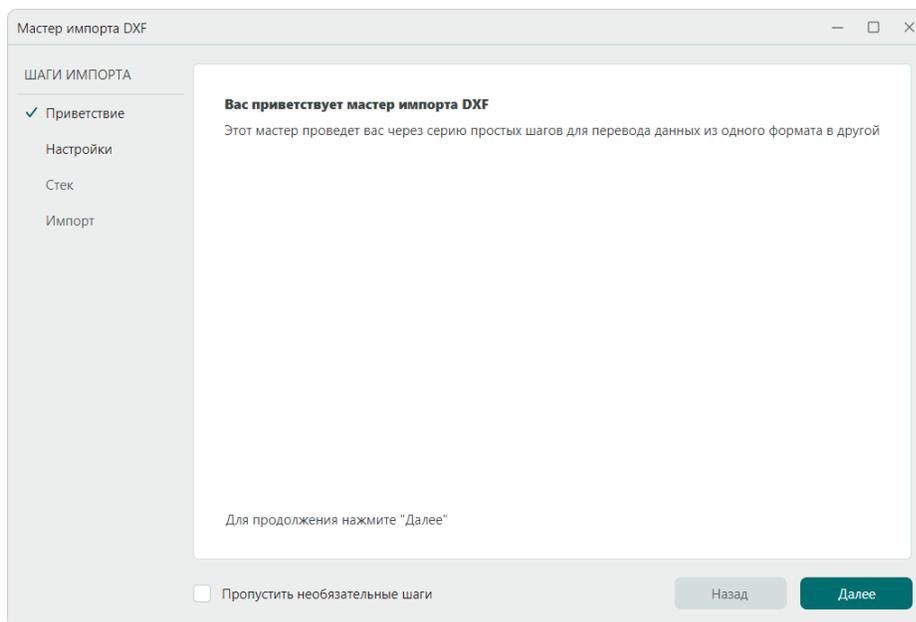

Рис. 91 Стартовое окно мастера импорта .dxf
1. Нажмите кнопку «Далее» в стартовом окне, см. Рис. 91.